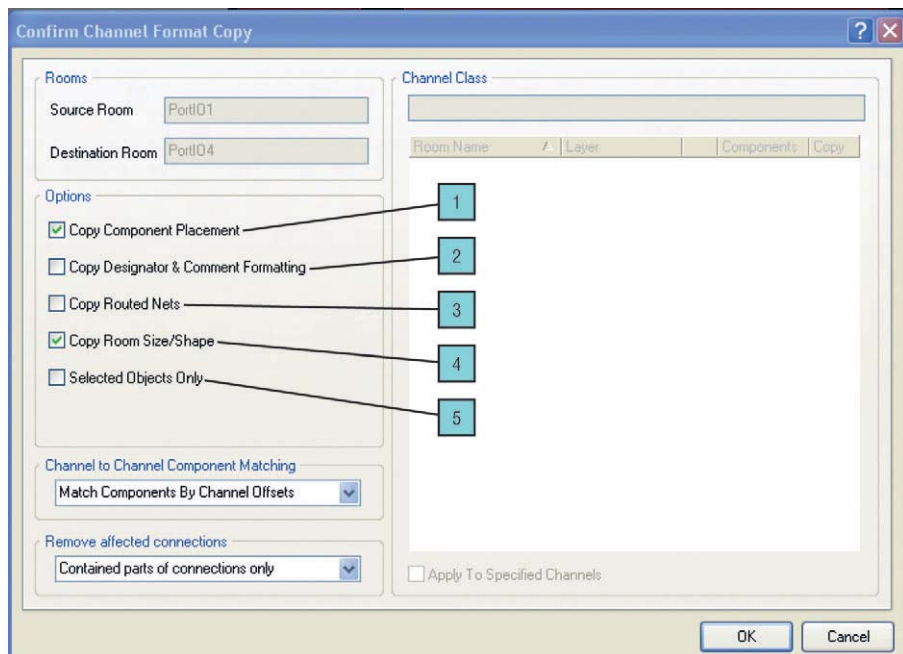

Рис. 8. Копирование параметров комнаты
*Format*, которая позволяет копировать параметры комнат. При этом курсор приобретает вид крестика, после чего следует последовательно задать комнату – образец и конечную комнату. В нашем случае сначала выбираем комнату *Port01*, затем *Port04*; в появившемся окне предлагается скопировать следующие параметры (см рис. 8):